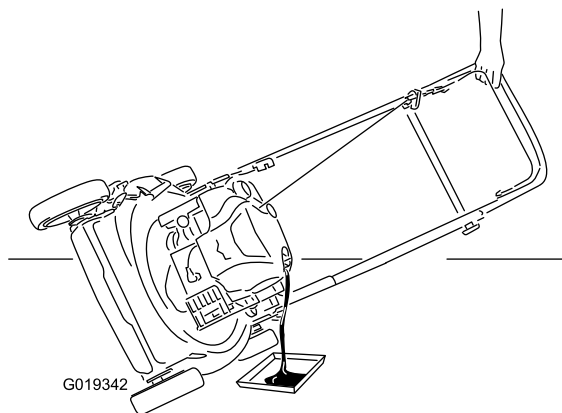

Figura 43
7. Inclinate la macchina sul fianco, con il tubo di riempimento dell'olio in basso, per vuotare l'olio usato attraverso il tubo di riempimento in una bacinella di spurgo (Figura 43).